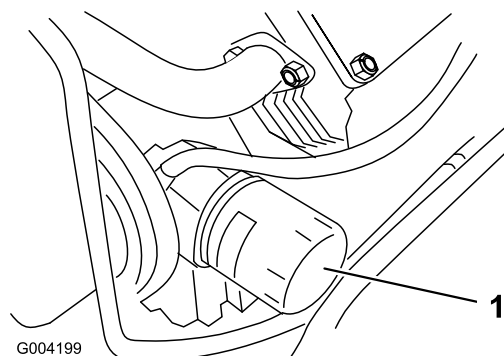

Figura 34
3. Retire el filtro usado (Figura 34) y limpie con un paño la superficie de la junta del adaptador del filtro.